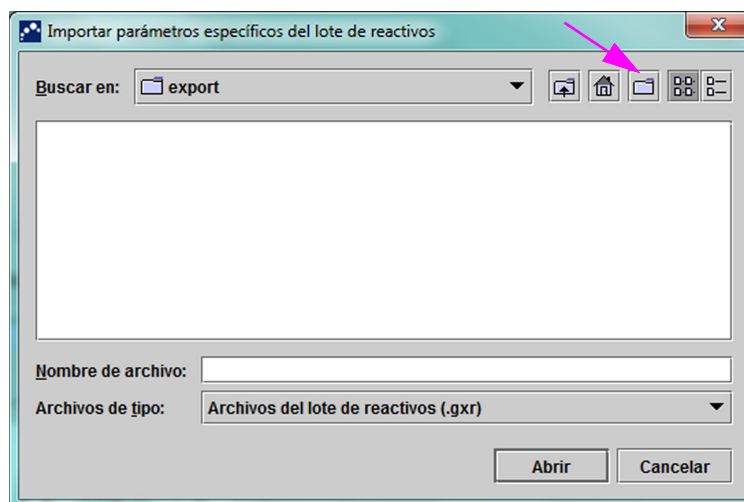

Figura 2-96. Cuadro de diálogo Importar parámetros específicos del lote de reactivos
4. Utilizando el área de visualización de archivos Buscar en: (consulte la figura 2-96), busque y seleccione el archivo .gxr/.nxr obtenido previamente del servicio técnico y, a continuación haga clic en **Abrir**. El número del lote nuevo aparece en el cuadro de diálogo Parámetros específicos del lote de reactivos. Haga clic en **Cerrar** en el cuadro de diálogo Parámetros específicos del lote de reactivos para volver a la ventana Definir ensayos.